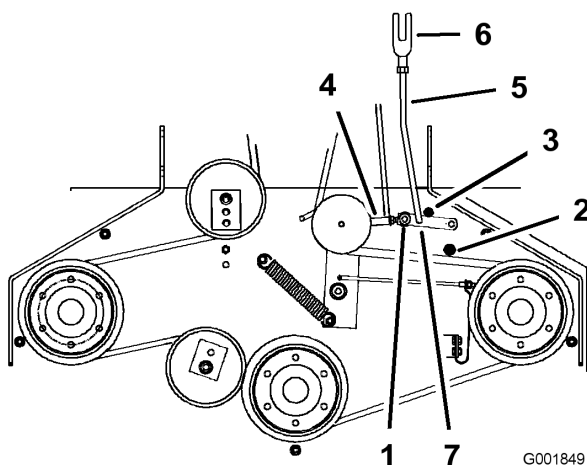

Figura 43
- Asegúrese de que el brazo está en contacto con el tope trasero del brazo de la plataforma (Figura 43).
- El brazo debe entrar en contacto con el tope delantero del brazo de la plataforma. Si no lo hace, la palanca acodada debe acercarse más al refuerzo (Figura 43).
- Para ajustar el acoplamiento del brazo, retire el pasador de horquilla del brazo (Figura 43).
- Instale el acoplamiento en el brazo y sujételo con el pasador de horquilla (Figura 43).